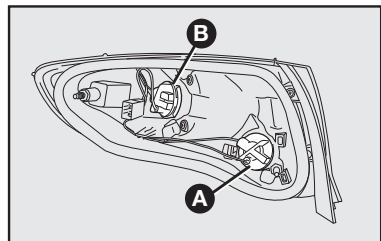

fig. 50
A-fig. 50: Luz de giro trasera.
B-fig. 50: Luz de posición trasera/luz de freno.
1) Para sustituir la lámpara de la luz de giro, gire en sentido antihorario la tapa portalámpara **A-fig. 50**, empuje un poco la lámpara y gírela en sentido antihorario. Enseguida, sustituya la lámpara y recolque la tapa portalámpara, girándola en sentido horario.
2) Para sustituir la lámpara de la luz de posición/freno, gire en sentido antihorario la tapa portalámpara **B-fig. 50**, empuje un poco la lámpara y gírela en sentido antihorario. Enseguida, sustituya la lámpara y recolque la tapa portalámpara, girándola en sentido horario.